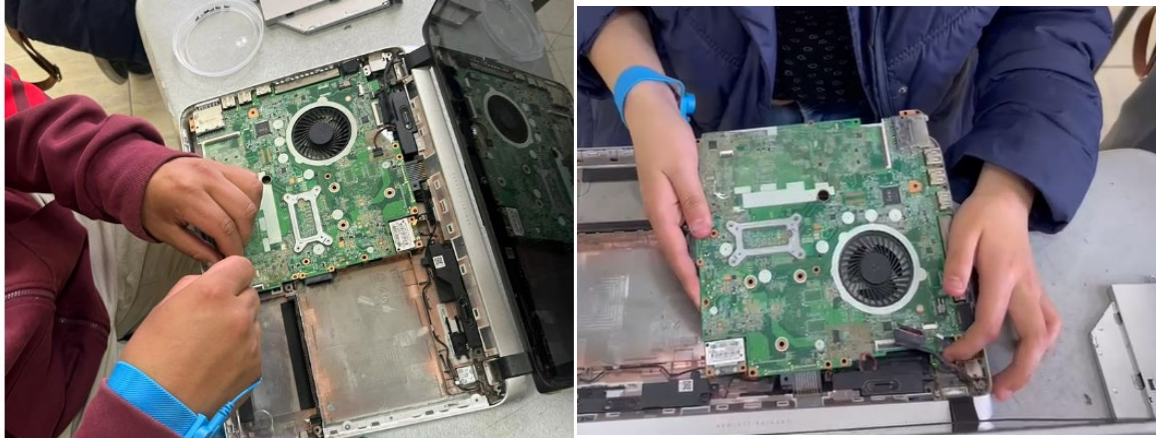

Figura 16. Colocar la placa en su sitio con sus conectores respectivos.
16. Se coloca la placa en el case de la PC, con el fin de colocar sus conectores y flex de una manera adecuada y cuidadosa ya que son componentes frágiles de usar para esto tenemos que tener mucha precaución como se evidencia en la figura 16.